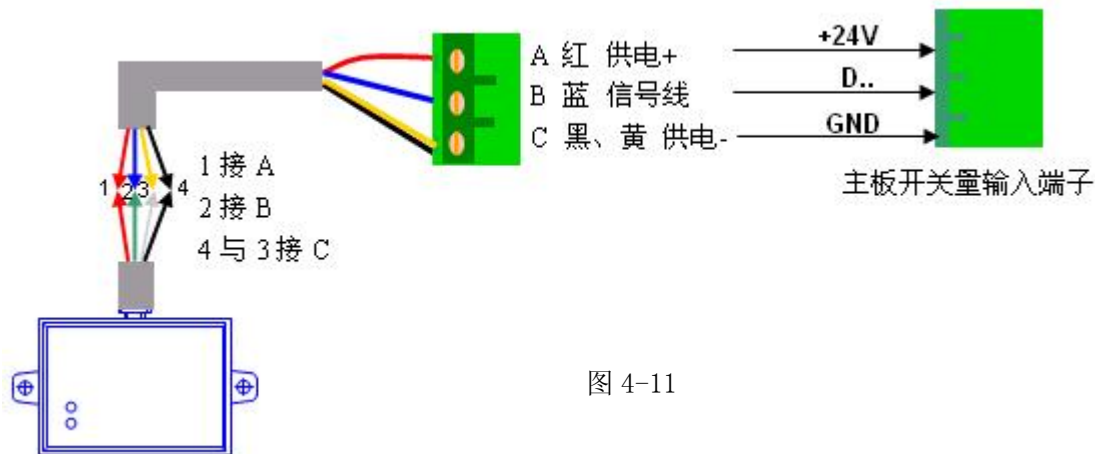

图 4-11
- 请严格按以下图 4-11 接线定义（包含颜色）进行接线。